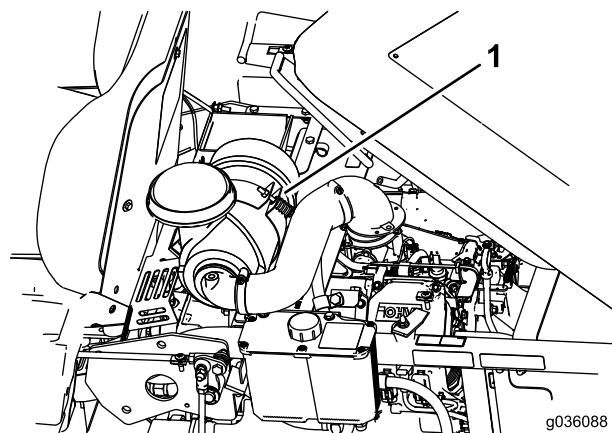

Figura 36
3. Per accedere al fermo inferiore, rimuovete il bullone, aprite la fascetta stringitubo e sollevate il filtro dell'aria (Figura 36).
- Montate il filtro dell'aria nella fascetta stringitubo e fissatelo con il bullone precedentemente rimosso (Figura 36).